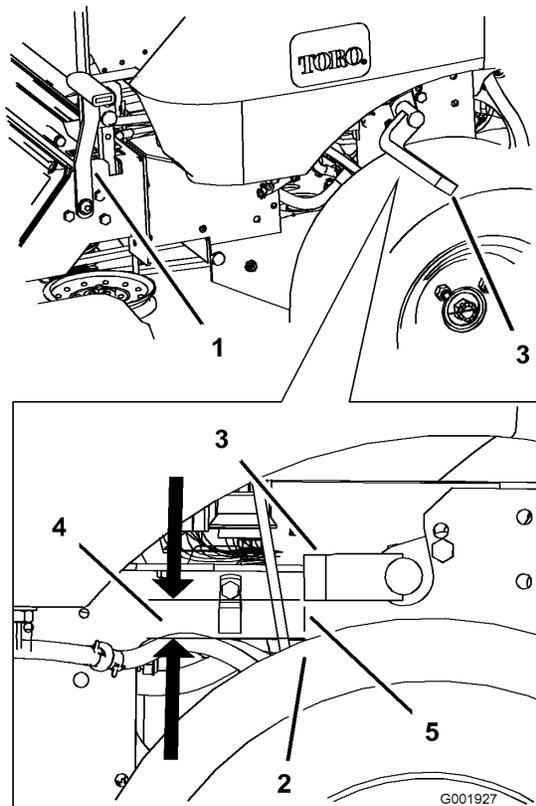

**Figura 47**
3. Mida la distancia verticalmente entre la parte delantera de la barra de freno y la parte superior del neumático; la medida debe ser entre 22 y 25 mm (Figura 47).
6. Gire la horquilla en el sentido de las agujas del reloj para acortar la distancia, y en el sentido contrario a las agujas del reloj para aumentarla (Figura 47).